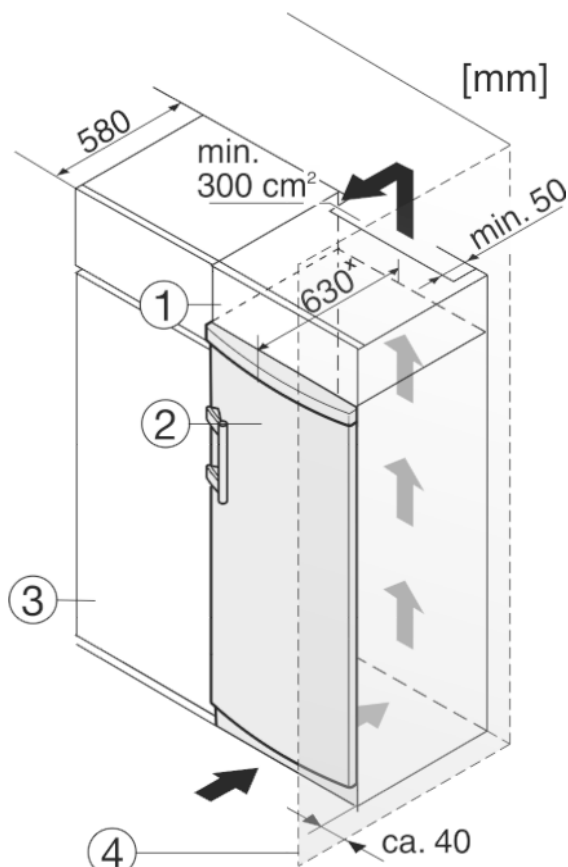

Fig. 9
Okoli naprave lahko vgradite kuhinjske omare. Za poravnavo naprave Fig. 9 (2) s kuhinjskimi elementi lahko nad napravo postavite ustrezno nadgradno omarico Fig. 9 (1).
Pri vgradnji aparata v standardne kuhinjske omarice (globina največ 580 mm) lahko aparat postavite tik ob kuhinjsko omarico Fig. 9 (3). Aparat je ob strani postavljen 34 mm* in na sredini 50 mm* od čelne stranice kuhinjske omarice.
Če aparat s tečaji postavite poleg stene Fig. 9 (4), mora razdalja med aparatom in steno znašati najmanj 40 mm. To ustreza velikosti ročaja pri odprtih vratih.